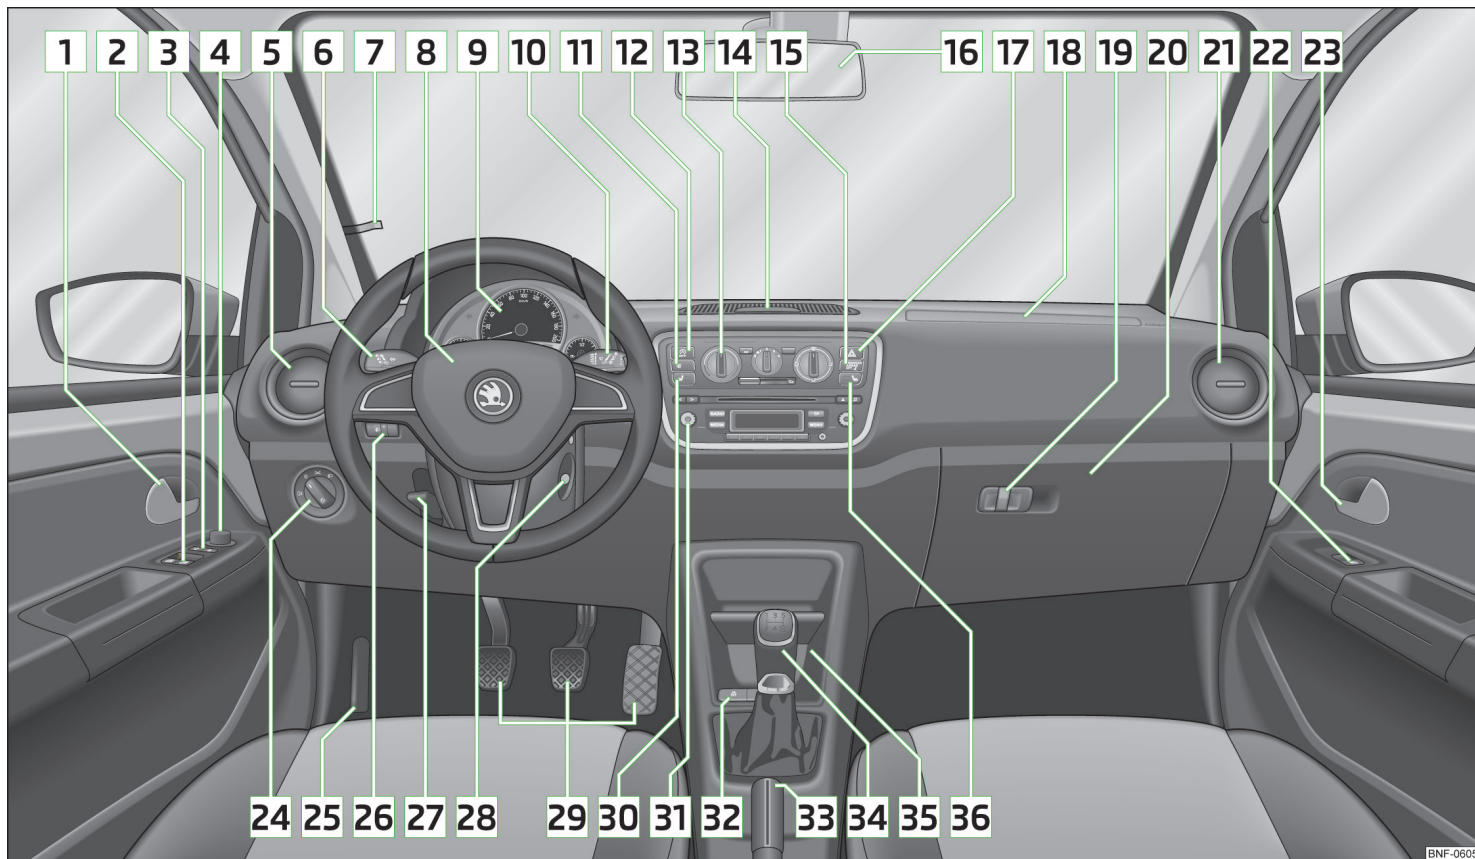

Bild 17 Förarplats
- På fordon med högerstyrning avviker placeringen av reglagen delvis från den placering som visas i » bild 17. Symbolerna överensstämmer dock för de enskilda reglagen.